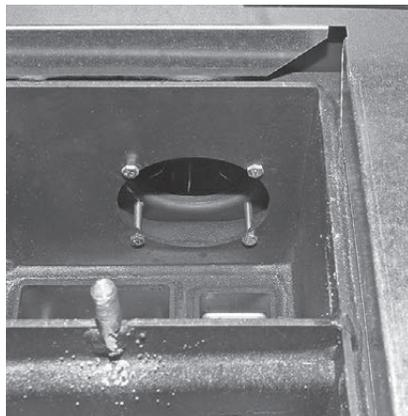

Fig. 37 Rimuovere le 4 viti
- ▶ Rimuovere le 4 viti a testa esagonale interne in corrispondenza delle superfici riscaldanti – Fig. 37. Rimuovere con cautela il ventilatore gas combusti.